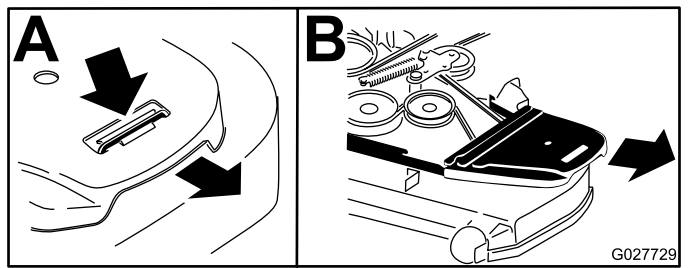

Figure 75
4. Retire las cubiertas de la correa (Figure 75).